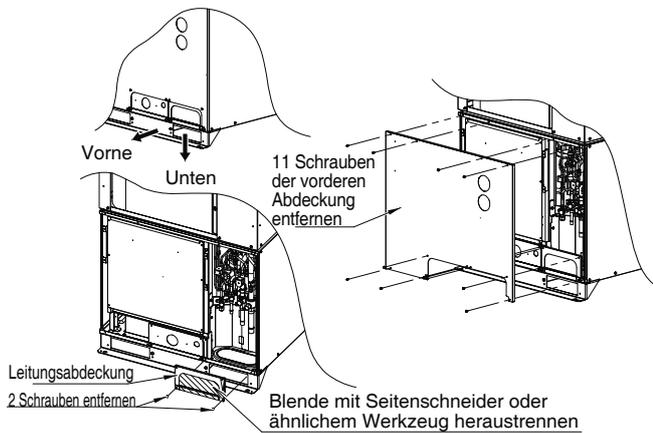

Abb. 3-6
- Die Leitungen können entweder an der Vorderseite oder durch den Boden herausgeführt werden. (Abb. 3-6)
- Das Anschlussventil befindet sich in der Einheit. Aus diesem Grunde muss die vordere Abdeckung entfernt werden. (Abb. 3-6)
- (1) Wenn die Leitungen aus der Vorderseite verlegt werden, muss mit einem Seitenschneider oder einem ähnlichen Werkzeug der zum Durchführen der Leitungen benötigte Schlitz (durch gekennzeichnet) ausgeschnitten werden. (Abb. 3-6 und 3-7)